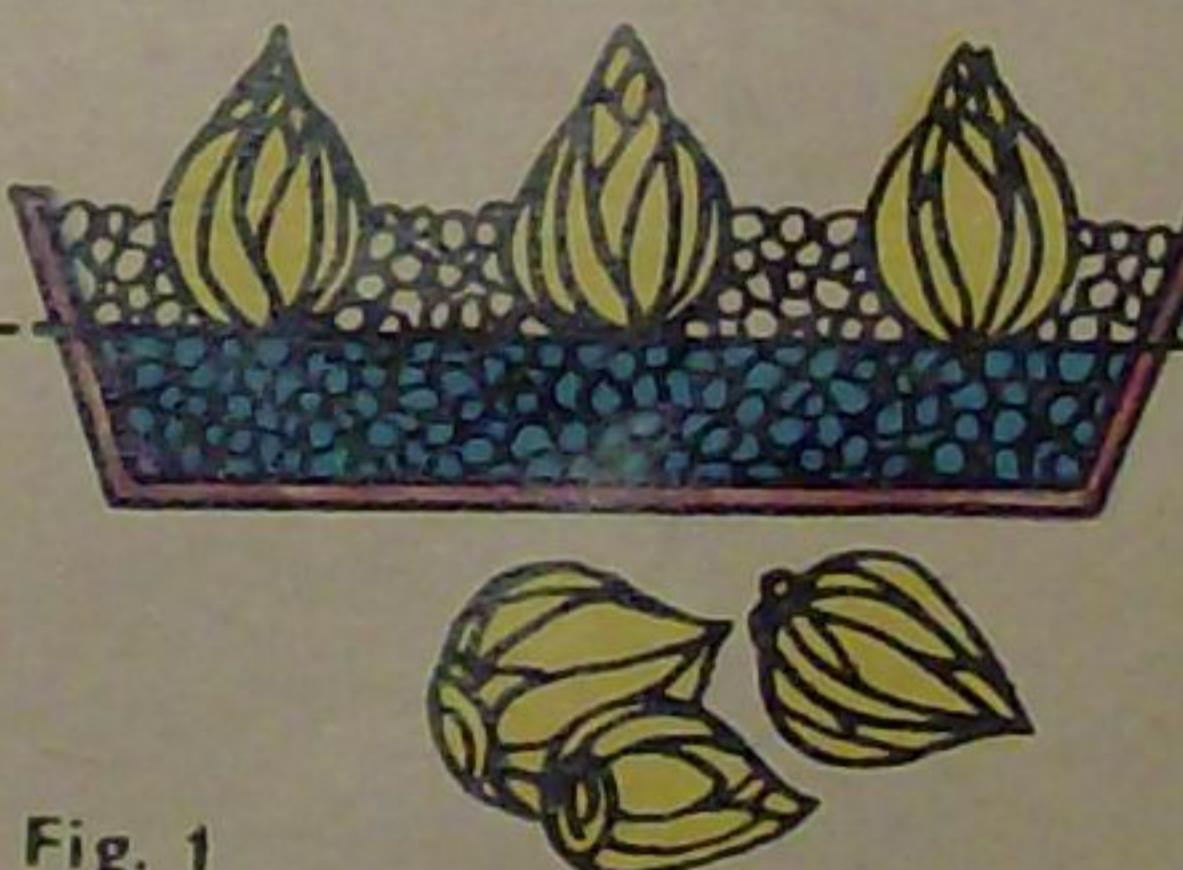

Fig. 1
care prisoșesc, se poate folosi un foarfece fixat la capătul unei prăjini. Confectionarea foarfecelui se face din două bucăți de tablă de formă dreptunghiulară, groasă de 3—4 mm. Falca (1) se execută dintr-un dreptunghi avînd dimensiunile din fig. 1, iar falca (2) dintr-un dreptunghi avînd dimensiunile din fig. 2. După decuparea celor două fâlcii cu ajutorul daltei, se execută o finisare prin pilire. Tot prin pilire se ascut și cele două muchii tăietoare (a) și (b). Găurile se execută cu un burghiu de 4 mm. Asamblarea se execută cu ajutorul unui nit confectionat din sîrmă, ca în fig. 3. Dacă aveți un arc, îl veți fixa ca în fig. 3. În cazul în care arcul vă lipsește, se prind la capetele fâlcii (2) două sfuri prin acționarea cărora se realizează închiderea și deschiderea fâlcilor.